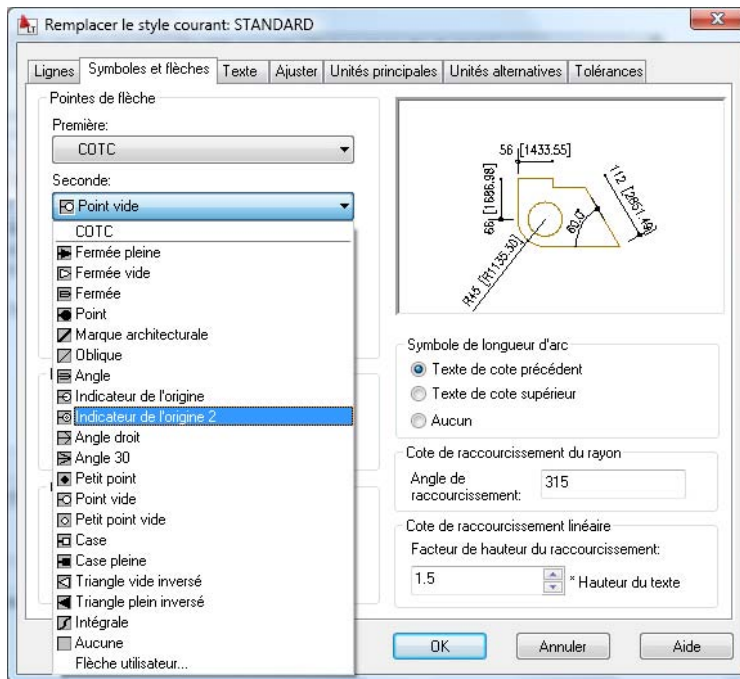

Figure 5.81
6. Cliquez sur l'onglet Symboles et flèches, qui permet de paramétrer les pointes de flèches. À la Figure 5.81, le menu déroulant de la liste des flèches avec leurs sym-